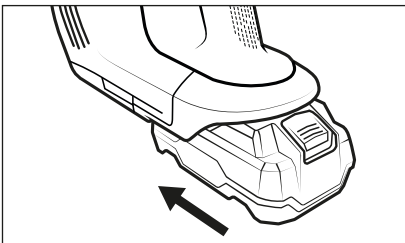

Abb. 3
- 3) Schieben Sie den Akku **2** in das Gerät, bis er hörbar mit einem Klickgeräusch im Gerät einrastet (siehe Abb. 3).